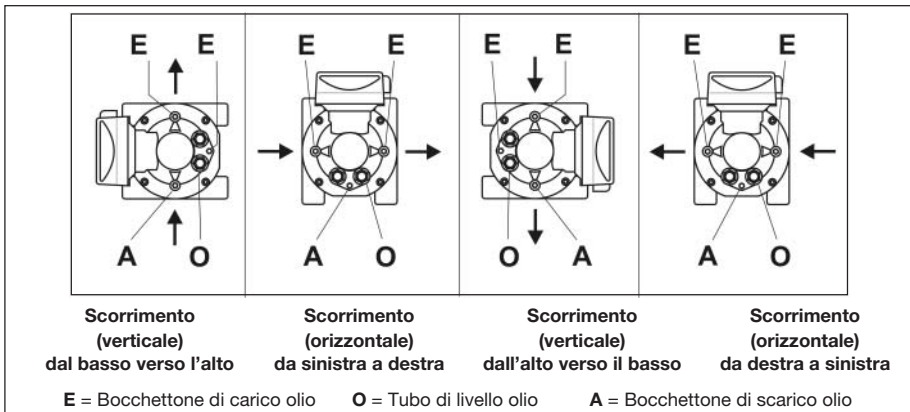

Figura 6: Posizioni di utilizzo ammesse, riempimento olio e indicatore livello olio **tipo RVG**
- Il contatore dispone di tre aperture di carico e di scarico dell'olio e di due tubi di livello dell'olio sulla parte anteriore e (opzionali) su quella posteriore (Figura 6).
- Svitare la vite di carico (E, Figura 6) sul coperchio anteriore del corpo contatore.
- Togliere una vite di carico (E) sul coperchio posteriore del corpo contatore, in modo che l'olio possa fluire meglio nello scomparto posteriore.